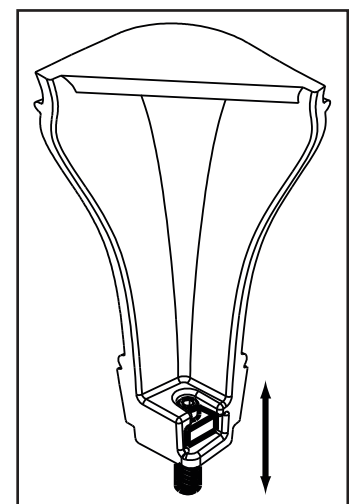

Figure 20.4
10. Utilisez une clé Allen pour ajuster les pieds à la hausse ou à la baisse (**Figure 20.4**).